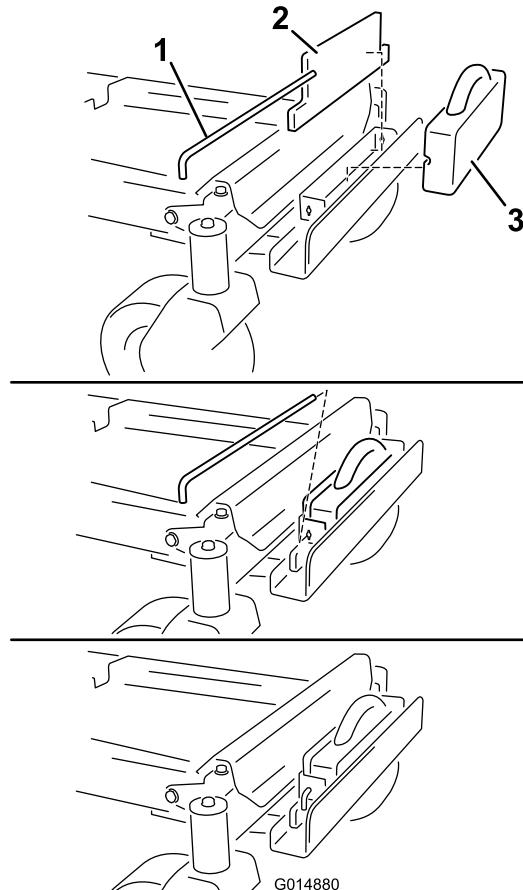

Figura 9
6. Instale un peso plano en la bandeja del peso y muévalo hacia atrás contra el borde de la bandeja (Figura 9).
7. Instale un peso de maletín delante del peso plano (Figura 9). La ranura del peso de maletín debe estar orientada hacia atrás.
8. Sujete los pesos a la bandeja con una varilla de traba (Figura 9). Instale la varilla y gírela 90 grados hacia abajo para bloquearla en su sitio.